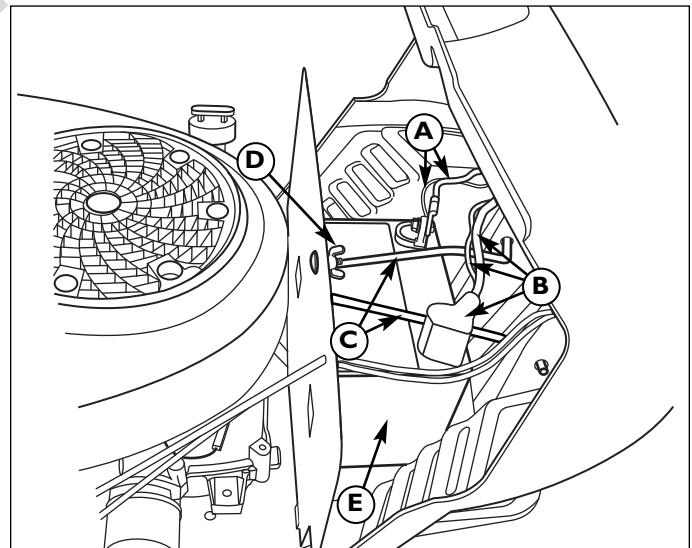

Figura 10. Mantenimiento de la batería
1. Desconecte los cables de la batería, los negativos primero (A, Figura 10) y luego los de la tapa y los positivos (B).
2. Suelte la tuerca de mariposa y la arandela (D).
3. Haga girar hacia arriba la barra de sujeción (C) y retírela de la batería. Sujétela en la torre de dirección.
4. Retire la batería (E).
7. Vuelva a instalar la batería (E) en su compartimiento. Sujétela con la barra de sujeción de la batería (C) y con la tuerca de mariposa y arandela (D).
8. Vuelva a conectar los cables de la batería, primero los cables positivos y la tapa (B) y, luego, los cables negativos (A).